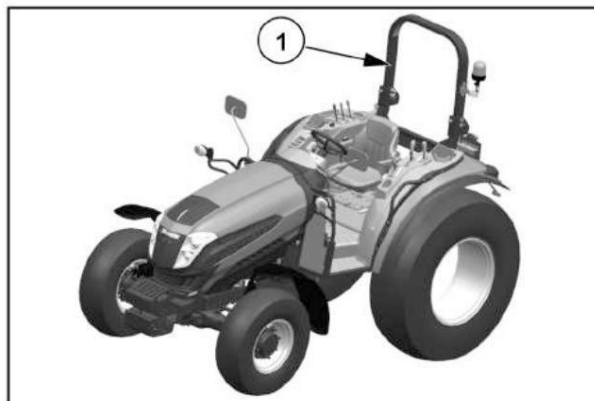

Fig. 2.14
Rama zabezpieczająca (A) i pas bezpieczeństwa są montowane jako standardowe wyposażenie ciągnika platformowego podczas montażu fabrycznego. Jeżeli rama zabezpieczająca została usunięta przez pierwotnego nabywcę lub została zdemonstrowana, zaleca się wyposażenie ciągnika w ramę zabezpieczającą i pas bezpieczeństwa. Ramy zabezpieczające skutecznie zmniejszają obrażenia podczas wypadków z przewróceniem się. Patrz rys. 2.14